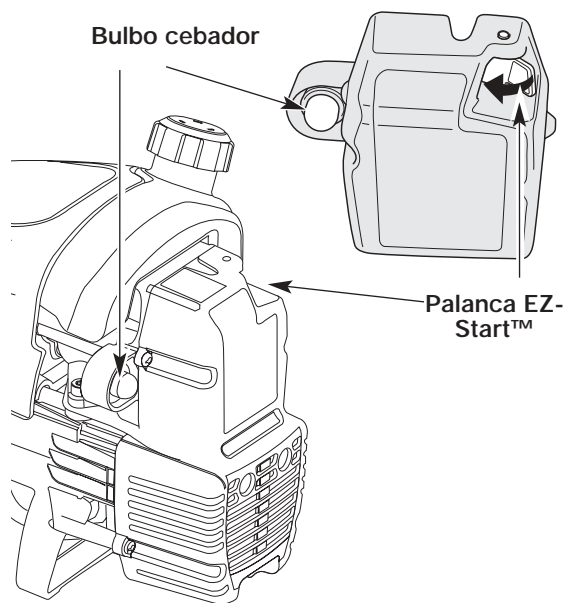

Figure 17
3. Oprima y suelte por completo la bombilla del cebador lentamente de 10 veces. El combustible debe estar visible en la bombilla (Fig. 17). Si el combustible no está visible, oprima hasta que lo vea.
4. Empuje la palanca EZ-Start™ hacia la izquierda hasta que encaje y se asegure en su lugar (Fig. 17).
6. Oprima el control del regulador para calentar el motor de 5 a 10 segundos. La palanca EZ-Start™ se desactiva automáticamente (Fig. 17).